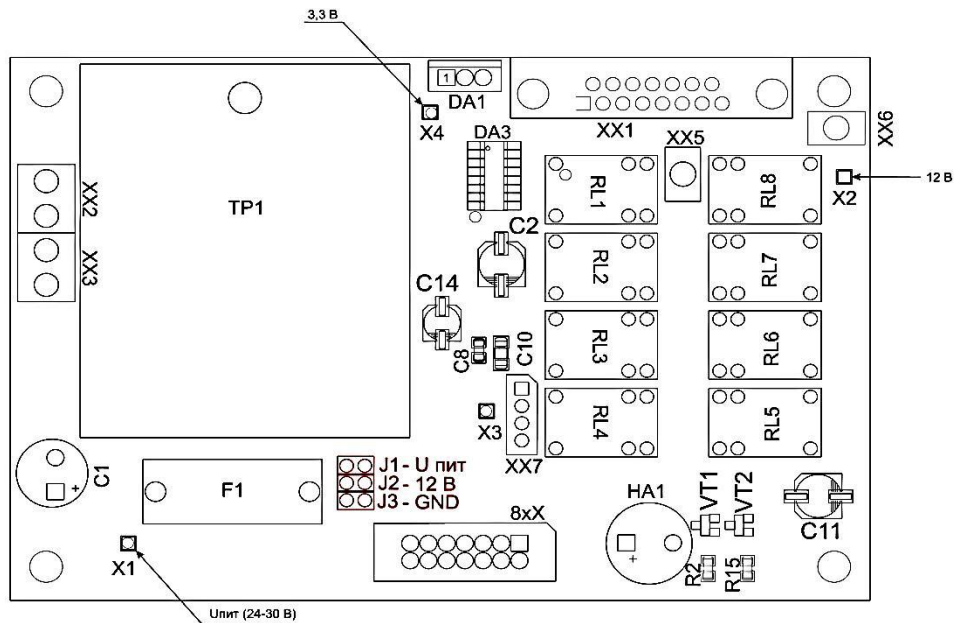

Рис.7
2. Найдите переключки J1 и J2 как указано на рис.7